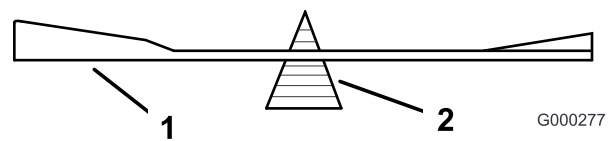

Figura 59
2. Verifique el equilibrio de la cuchilla colocándola sobre un equilibrador de cuchillas (Figura 59).